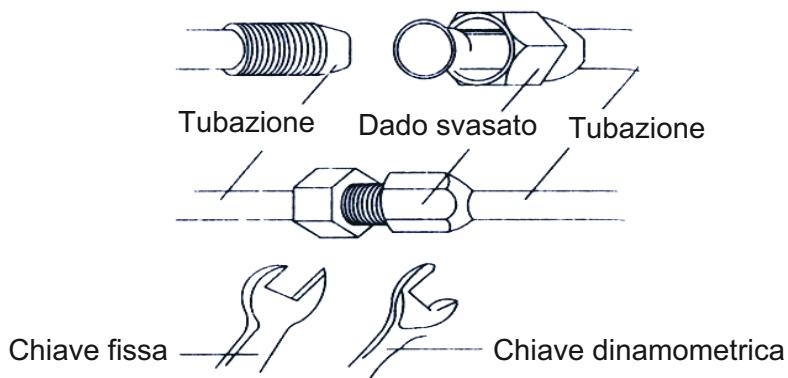

Fig.18
- Successivamente, stringere la ghiera con una chiave dinamometrica, fino allo scatto (vedi Fig.18).